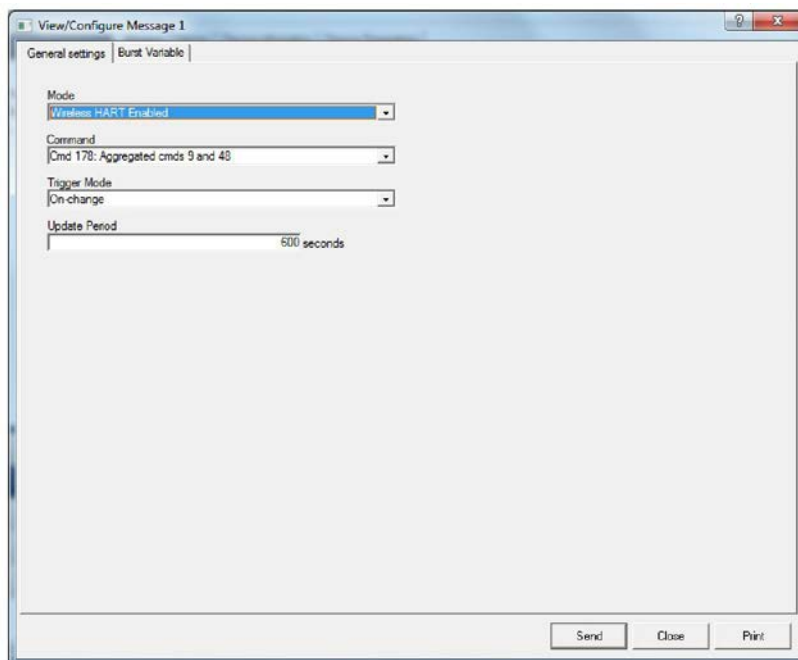

Рисунок 11. Настройка переменных сообщения/пакета в ПО AMS
- Выберите необходимое **View/Configure Message (Просмотр/Конфигурирование сообщения)** (рисунок 11) и измените общие настройки и/или пакетные сообщения.